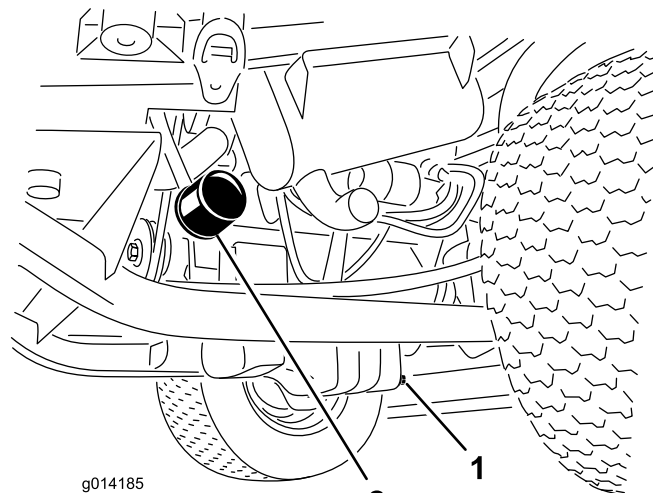

Figura 37
1. Retire o tampão de escoamento (Figura 37) e deixe o óleo escorrer para um recipiente adequado.
3. Retire o filtro do óleo (Figura 37).